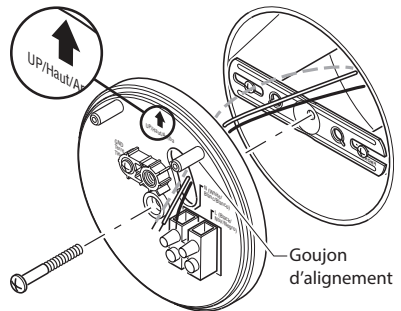

Figure 3
3. Achemenez les fils de la boîte de jonction à travers le trou de la plaque de montage (voir la Figure 3).
4. Placez la plaque de montage contre la boîte de jonction (voir la Figure 3).
5. Insérez le petit boulon de fixation à travers le trou de la plaque de montage situé en-dessous du trou taraudé. Vissez ce boulon dans le trou central du support de montage (voir la Figure 3). Serrez solidement le boulon.
2. Alignez les deux goujons d'alignement de la plaque de montage (voir la Figure 3) avec les deux trous d'alignement à l'arrière du luminaire, puis enfoncez le luminaire sur la plaque de montage.